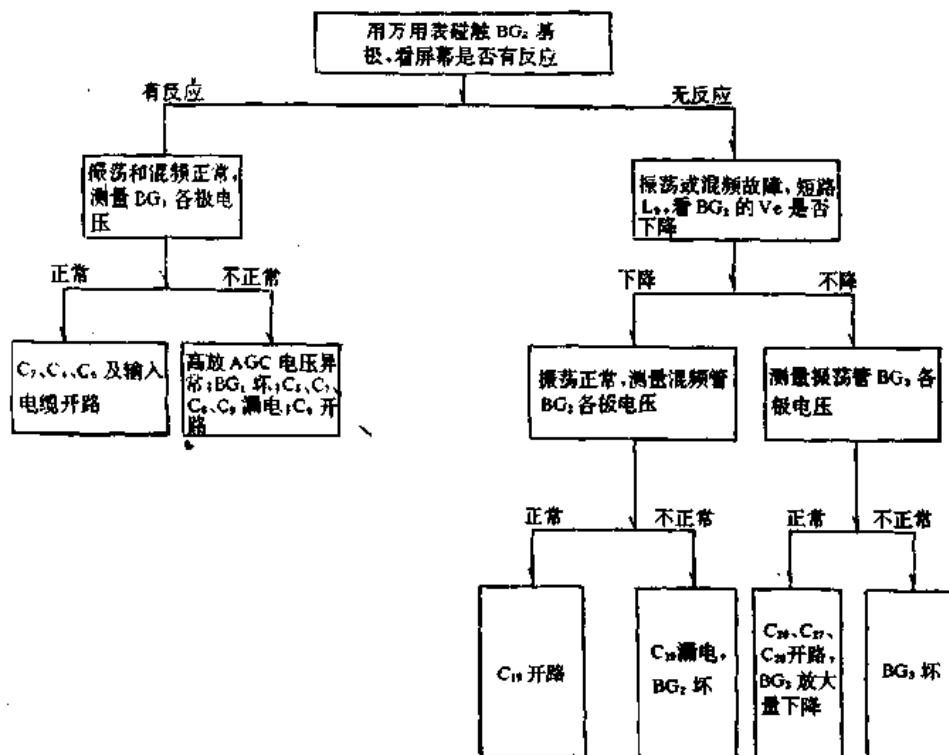

图 21-5
(3)内部测试:用万用表检测高频头(无图无声)故障的顺序如图 21-5 所示。